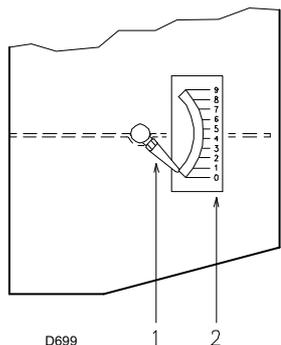

图 20
7.2 油路连接 (图 20)
- 通过闭合控制装置并将开关 1) (图 20 第 22 页) 置于“ON”位置后，启动燃烧器。油泵转动方向必须与燃烧器外壳上所标箭头方向一致。